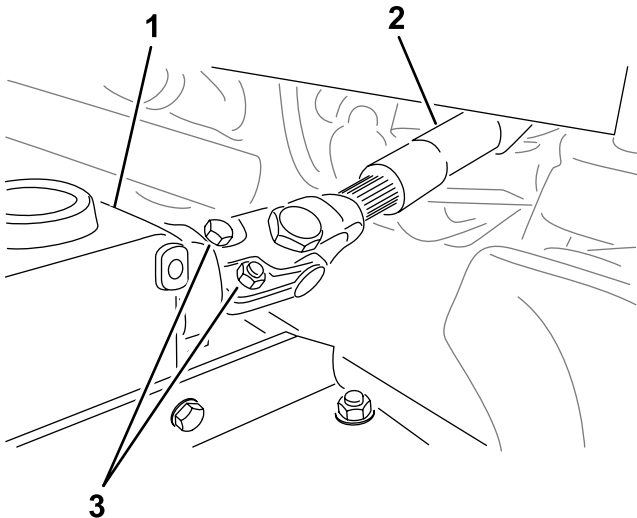

Figura 21
5. Togliete i bulloni e i dadi dall'albero della PDF (Figura 21) e fate scorrere la forcella via dalla scatola ingranaggi.